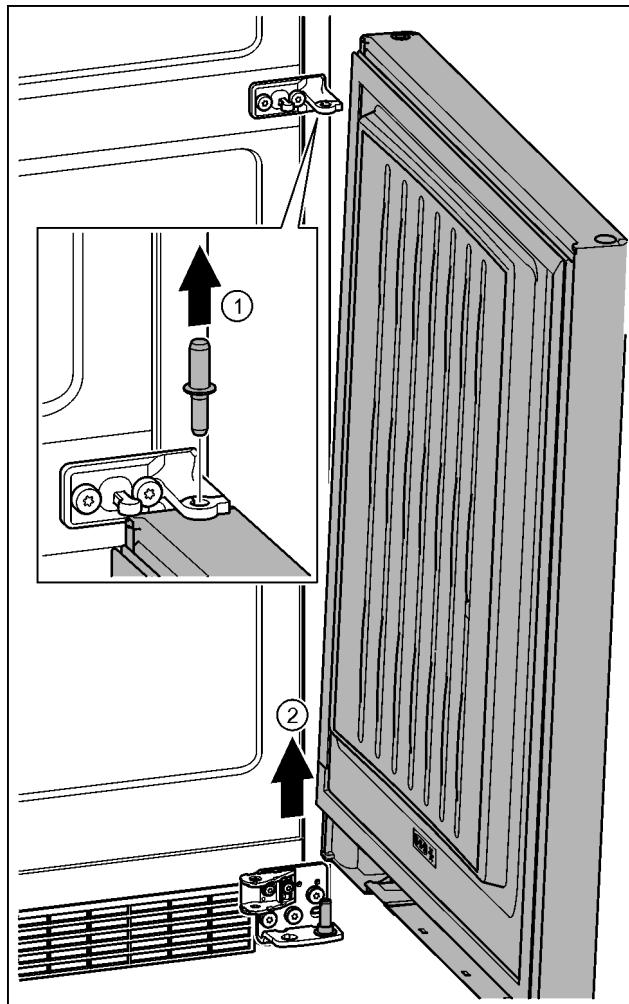

Fig. 21
- Притримуйте дверцята і витягніть палець руками. Fig. 21 (3)
- За допомогою шліщової викрутки обережно підійміть пробку із опорного втулка дверцят та витягніть її. Fig. 21 (4)
- Обережно зніміть запобіжну кришку. Fig. 21 (1)
- Трохи викрутіть гвинт за допомогою викрутки T15. Fig. 21 (2)